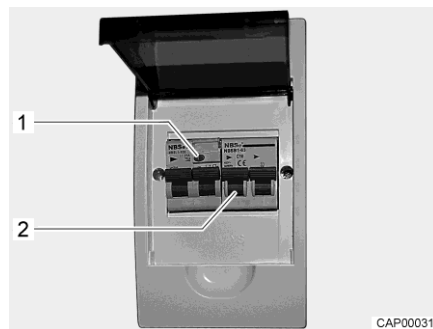

Bild 102 230 V-säkringslåda med ledningsskydds-brytare och FI-brytare
En jordfelsbrytare (FI-brytare) i säkringslådan skyddar hela fordonet mot läckström (0,03 A). Den efterkopplade ledningsskydds-brytaren (10 A) (Bild 102,2) säkrar 230 V-nätet.
- När fordonet är anslutet till 230 V-försörjningen: Tryck på kontrollknappen (Bild 102,1). Jordfelsbrytaren måste lösa ut.